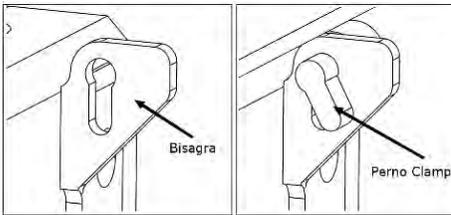

Fig. 1A. Perno Clamp y Bisagra
- A. Estire el botón de la cerradura (5) y gire la tapa (B) hacia arriba.
- B. Levante y saque el sub-ensamble de soporte de cuchillas (1)
- C. Gire levemente la tapa hacia abajo para hacer que coincida el *perno clamp* de la tapa con la ranura de la bisagra. (Ver Fig. 1A).